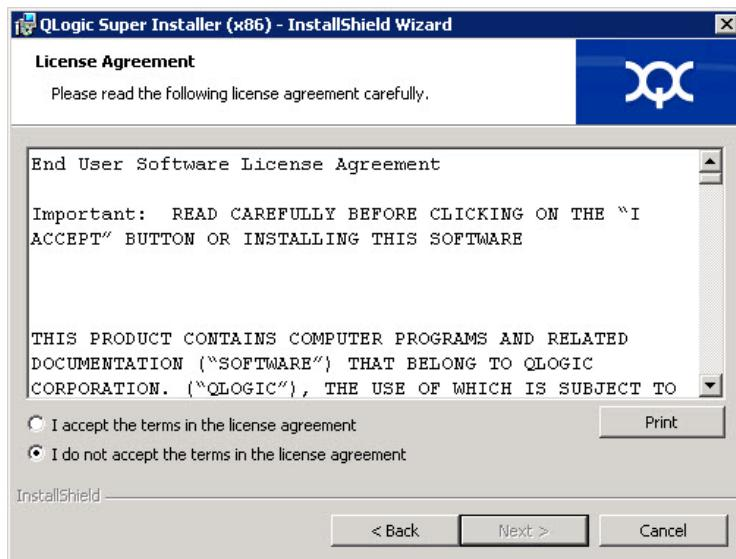

図 2-3. QLogic InstallShield ウィザード：使用許諾契約書ウィンドウ
4. ウィザードの License Agreement (使用許諾契約書) ウィンドウ (図 2-3) で、次の手順を実行します。